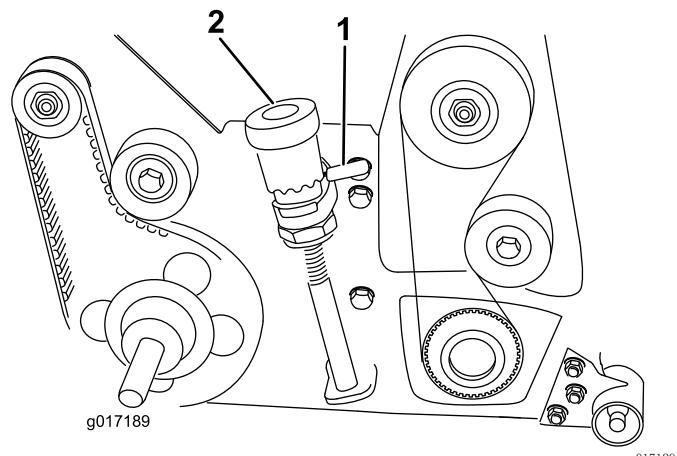

图25
2. 使用快速升起联杆（两侧）将疏草滚刀放低到疏草位置（图25）。
4. 提起并转动微型调节旋钮（图25），提起或放低刀尖。